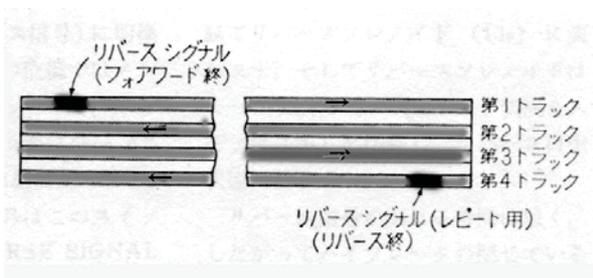
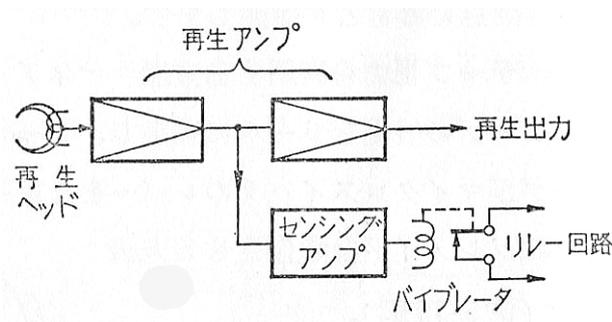

図 58-2 リバース信号の録音
図 58-3 リバース信号回路
(2) オートリバース機構：第 1 トラック (または第 4 トラック) に 20Hz の信号を録音しておき、再生時にこの信号を検出したとき、自動的に反転 (リバース) 動作に切替わる (図 58-2、図 58-3)。
アンペックスのこのシリーズは(3)の方法で、リバース信号源に 20Hz のバイブレーターを使っていたが、1100 シリーズ以降、アンプがトランジスターになってからは回路で発振させている。(図 58-2)。